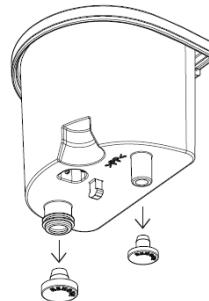
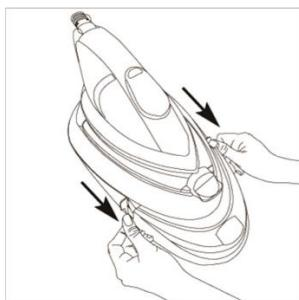

Figura 1
Figura 2
Nu atingeți suprafețele marcate cu simbolul  , în timpul sau imediat după călcare. Acestea sunt fierbinți! (Vă rugăm să consultați figura 1 și figura 2)
3. Scoateți capacul de etanșare de pe noul cartuș anti-calcar (Figura 1).
2. Scoateți rezervorul de apă (Figura 2).
2. Scoateți capacul de etanșare de pe noul cartuș anti-calcar (Figura 1).